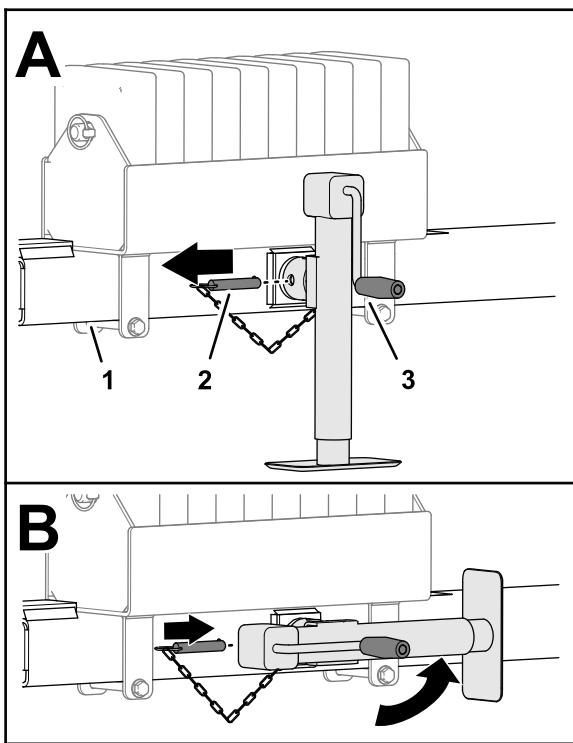

Figure 28
4. Retirez la goupille (Figure 28).
5. Pivotez le cric à l'horizontale (Figure 28).
6. Insérez la goupille dans les trous horizontaux du cric et du tube d'attelage (Figure 28).